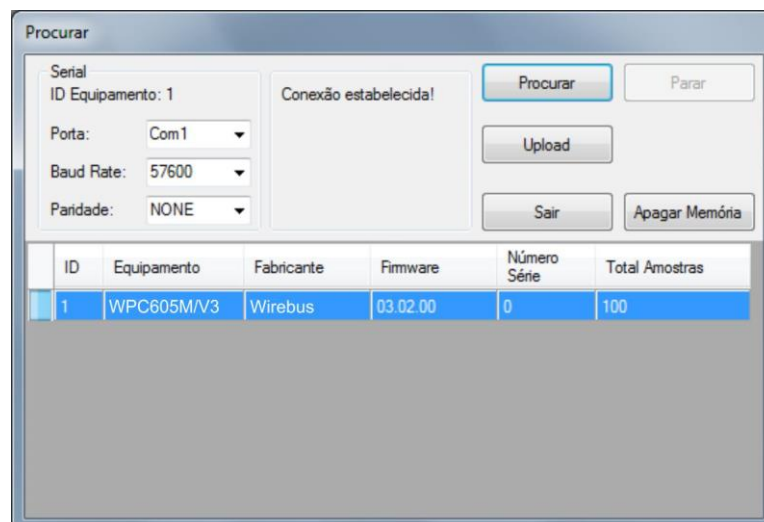

Figura 15 – Dispositivo encontrado
2. Após definir os parâmetros de porta serial o usuário deve clicar na opção “Procurar”. Caso estabeleça a comunicação com o WPC-605 as informações referentes ao equipamento serão mostrados conforme a Figura 15 abaixo: